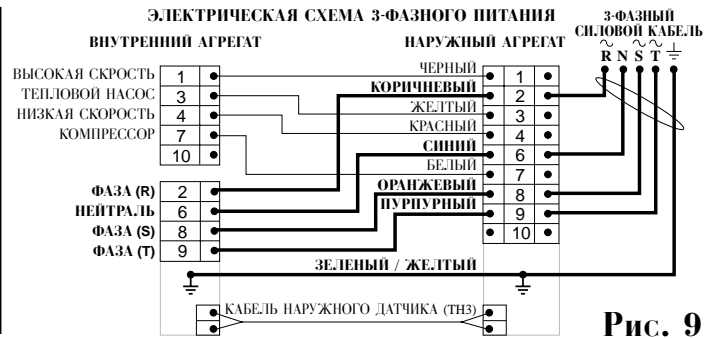

Рис. 9
5. Установите настенный пульт ① на расстоянии до 8 метров от блока управления. Выберите такое положение, в котором пульт мог бы получать команды из любой точки комнаты.
6. Подключите кабель ② к настенному пульту. Второй конец кабеля подключите в соответствующем месте (помеченном "DISPLAY" - дисплей) блока управления.
7. Подключите электрический кабель соединения агрегатов к клеммной коробке ③, вставив зачищенные концы проводов (8 мм) с помощью отвертки. Следите за тем, чтобы провода были подсоединены в соответствии с монтажной схемой, приведенной на рис. 9.
- Подсоедините клеммы, входящие в комплект к проводам кабеля соединения агрегатов. Подсоедините провода к клеммному блоку в соответствии с цветовыми обозначениями, приведенными на рис. 9.